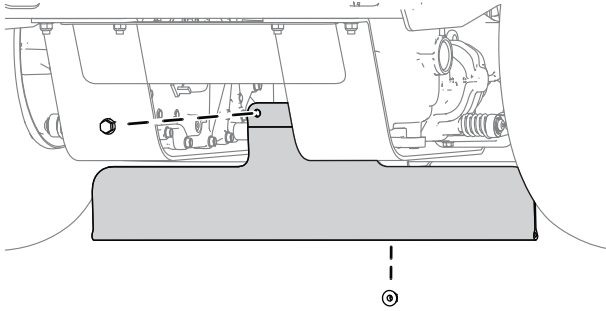

Figure 5
3. Fixez la protection à l'aide de 2 boulons (5/16" x 3/4") et 2 écrous (5/16"), comme montré à la Figure 5. La protection doit pouvoir pivoter d'avant et en arrière.